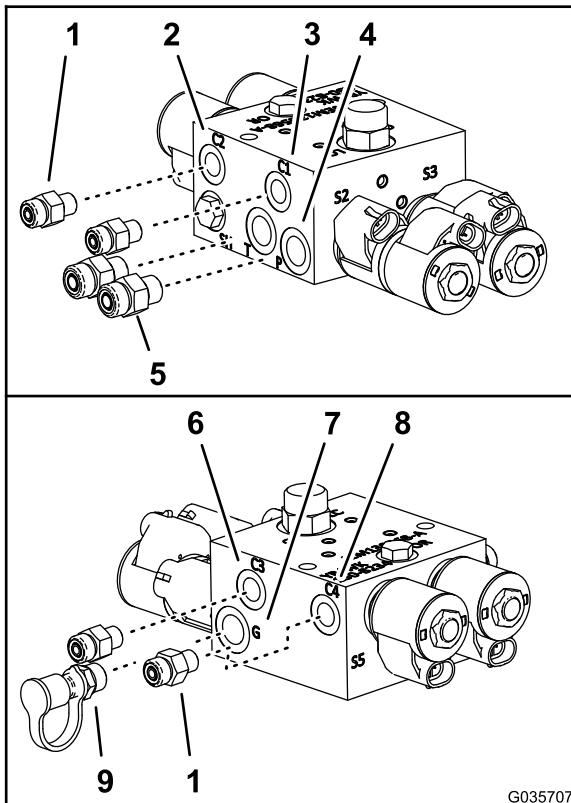

Bild 11
5. Montieren Sie am neuen Hubzylinderverteiler die geraden Hydraulikan schlussstücken (**Bild 11**), die Sie in Schritt 3 entfernt haben, am Anschluss P und T.
6. Befestigen Sie die vier geraden Hydraulikan schlussstücken vom Nivellierungskit für den Ultra Sonic Boom an den Anschlüssen C1, C2, C3 und C4 des neuen Hubzylinderverteilers (**Bild 11**).
7. Befestigen Sie das Diagnostik-Anschlussstück und die Kappe, die Sie in Schritt 4 entfernt haben, am Anschluss G des neuen Hubzylinderverteilers (**Bild 11**).